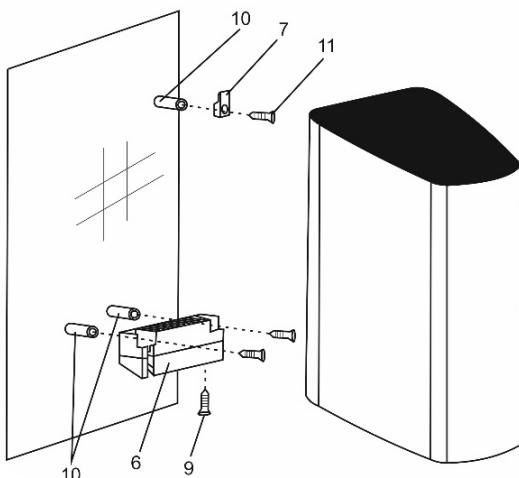

Fig. 4
- [Fig. 4] Setzen Sie die Dübel (10) in die Löcher ein und befestigen Sie den Haken (7) und die Montagekonsole (6) an der Wand
- [Fig. 4] Hängen Sie den Händetrockner an den Haken (7) und die Montagekonsole (6). und befestigen Sie den Händetrockner mit der Befestigungsschraube (9).